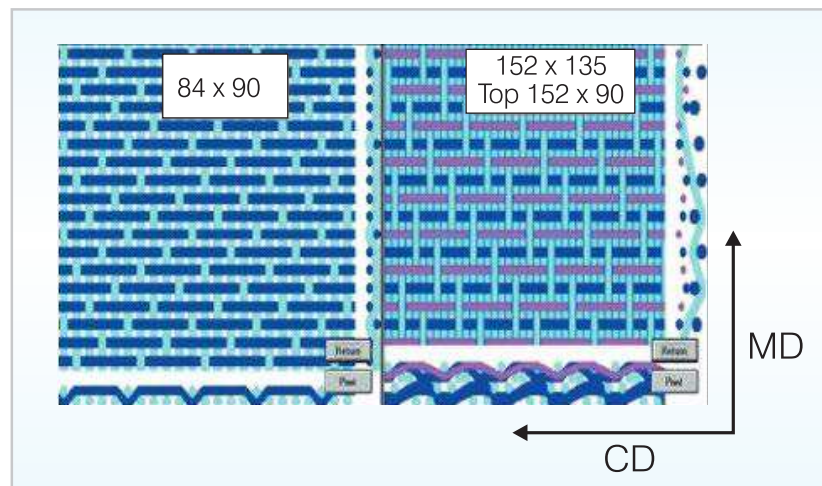

Figura 4: *84 x 90 capa simple y 152 x 135 doble capa y media*
Mesh (MD) x Count (CD). El *mesh* o *count* de la tela formadora, se refiere al número total de hilos MD o CD, respectivamente, por centímetro o pulgada. Para una tela doble capa y media, el *count* sobre la superficie superior es en realidad dos terceras partes del *count* total. Si comparamos una capa simple con un nivel de *count* de 90, con una tela doble con soporte con un nivel de *count* de 135, veremos que el *count* real del lado superior de ambas es igual (figura 4), es decir, las dos telas tendrían en su lado superior 90 hilos CD por pulgada.